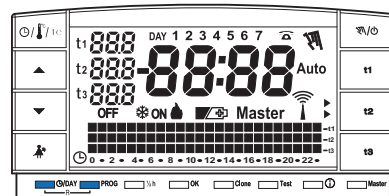

fig. 27
- Si vous désirez annuler les données activées, appuyer pendant (environ 2) sec. sur les touches **DAY** et **PROG.** L'écran affichera tous les segments allumés (autotest général) (fig. 27/28).